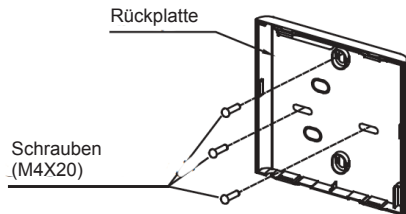

Abb. 3-5
- Befestigen Sie die Rückplatte mit den 3 Schrauben (M4X20) zur Montage an der Wand (Abb. 3-5).